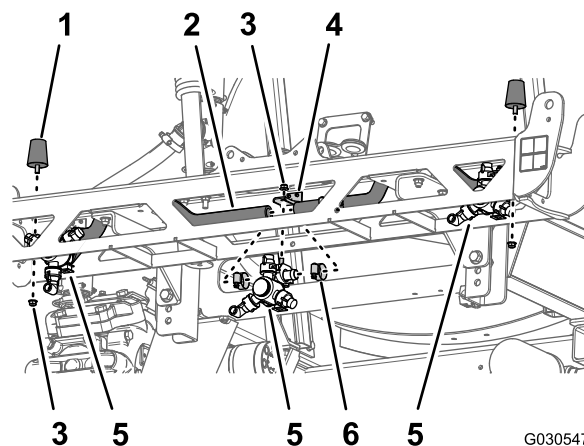

図 78
4. 左右のバンパーをセンターブームのフレーム端部に固定しているフランジロックナット5/16"を外す 図 78。
1. 薬剤散布ノズル3個をホース内径18mmに固定している4個のホースクランプを外す 図 78。
2. 薬剤散布ノズル3個をセンターブームのノズルマウントに固定しているフランジロックナット5/16"を外してノズルを取り外す 図 78。